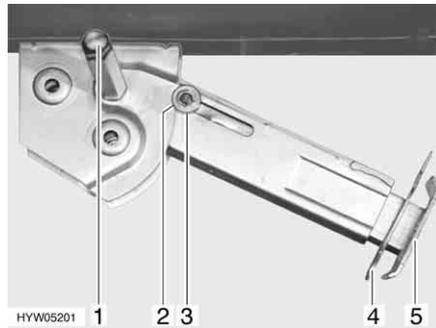

Fig. 48 Piedino di stazionamento
- Inserire la chiave a tubo nell'esagonale (Fig. 48,1) e ruotare fino a quando il piedino di stazionamento non si trova in posizione verticale verso il basso.
- Estrarre la copia (Fig. 48,4) dal prolungamento dell'estremità del piedino (Fig. 48,5).
- Inserire la chiave a tubo nell'esagonale (Fig. 48,1) e ruotare fino a quando il piedino di stazionamento non si stacca dal terreno.
- Spingere completamente all'interno il prolungamento dell'estremità del piedino (Fig. 48,5) e inserire la copia (Fig. 48,4) nel foro apposito.
- Ruotare la chiave a tubo nell'esagonale (Fig. 48,1), fino a quando il piedino di stazionamento non è sollevato verso l'alto e la guida (Fig. 48,3) è rientrata totalmente nell'intaglio (Fig. 48,2).